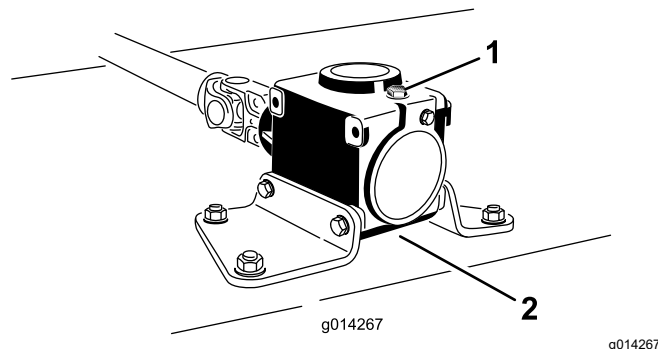

Figure 24
6. Retirez le bouchon de remplissage-jauge au sommet du boîtier d'engrenages (Figure 24) et vérifiez que le niveau de lubrifiant se situe entre les repères sur la jauge.
6. Retirez la jauge-bouchon de remplissage au sommet du boîtier d'engrenages (Figure 24).